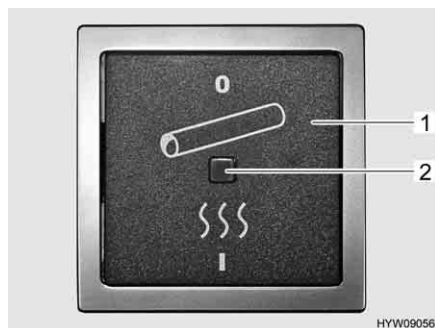

Fig. 122 Interruttore per il riscaldamento elettrico del tubo acque grigie
- Portare l'interruttore a bilico (Fig. 122,1) in posizione "I". La spia di controllo (Fig. 122,2) nell'interruttore si accende.
- Portare l'interruttore a bilico (Fig. 122) in posizione "0". La spia di controllo (Fig. 122,2) nell'interruttore si spegne.